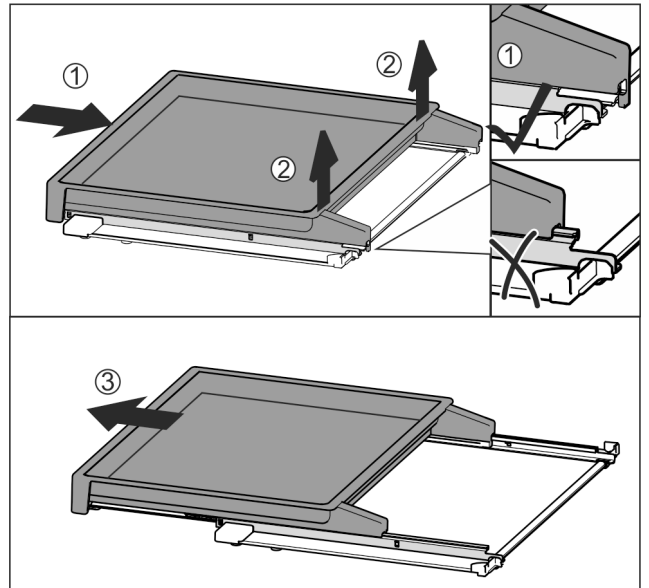

Fig. 74
- ▶ Auszugsbord vollständig einschieben Fig. 74 (1).
- ▶ Verrastung an hinterer Seite lösen Fig. 74 (2).
- ▶ Auszugsbord nach vorne herausnehmen Fig. 74 (3).